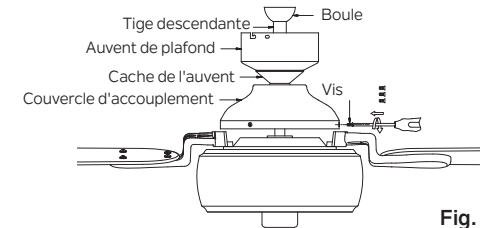

Fig. 12
**Étape 10.** Serrez fermement les trois vis de réglage sur le couvercle d'accouplement (Fig. 12)